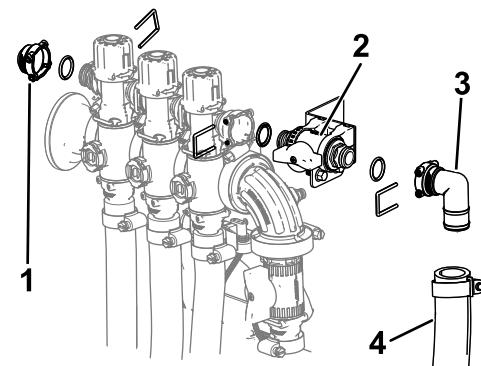

Bild 20
6. Befestigen Sie das Absperrventil mit dem zuvor entfernten O-Ring und der Halterung am Auslegerventil (Bild 20).
7. Montieren Sie die Kappe ($\frac{1}{2}"), die O-Ringe, das Anschlussstück und den Schlauch auf das Absperrventil, indem Sie die zuvor entfernten Halterungen verwenden, wie in Bild 20 dargestellt.$